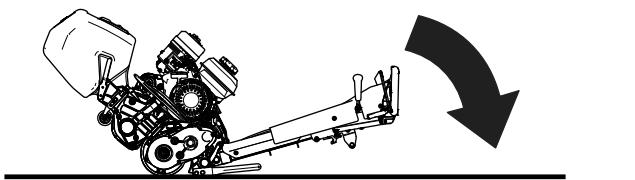

図 4
1. トラクションユニットのハンドルを操作してカッティングユニットを床まで下降させる図4。